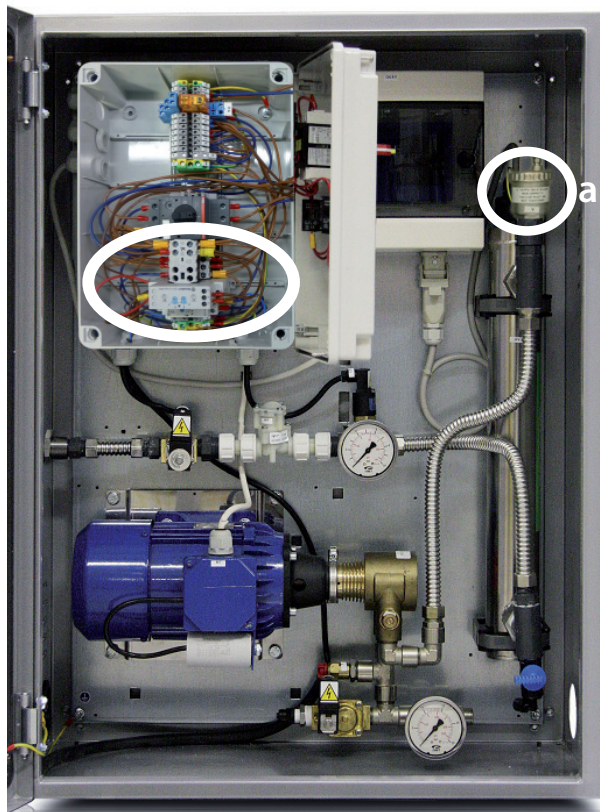

Fig. 5.a
9. certificar-se de que o interruptor do disjuntor de proteção do motor Q esteja na posição "1" (Fig. 5.a);
**Nota:** Por alguns segundos, no momento de acionamento da bomba, é possível que saiam gotas de água pela válvula de drenagem (ref. "a" - Fig. 5.a).